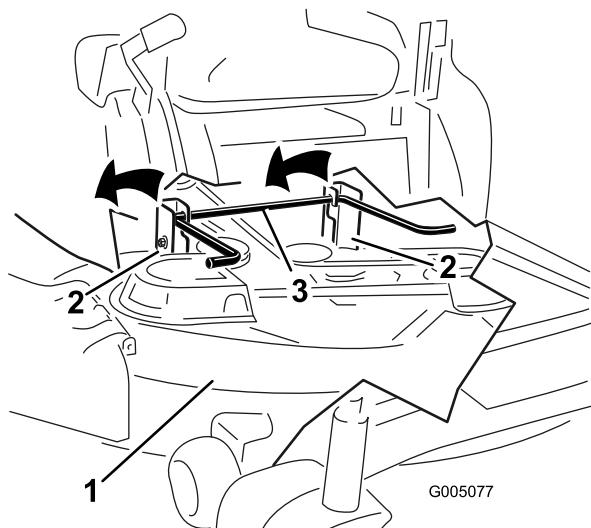

Figure 60
5. Soulevez et déposez le tablier de coupe et les supports de la tige de levage arrière et abaissez le tablier au sol avec précaution (Figure 60).
5. Soulevez l'arrière du tablier de coupe et guidez les supports sur la tige de levage arrière (Figure 60).